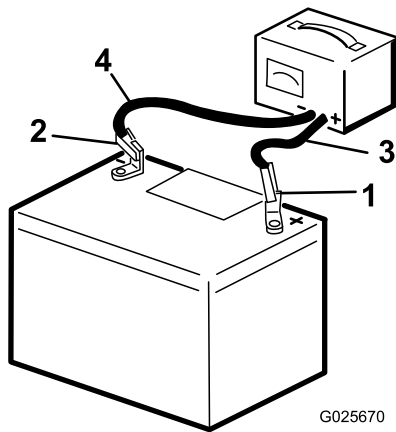

Figure 32
1. Chargez la batterie pendant 10 à 15 minutes entre 25 et 30 A, ou pendant 30 minutes à entre 4 et 6 A (Figure 32).
2. Quand la batterie est chargée au maximum, débranchez le chargeur de la prise, puis débranchez les fils du chargeur des bornes de la batterie (Figure 32).